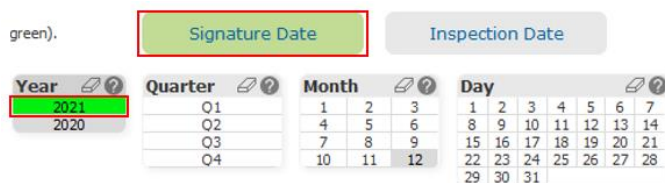

Abbildung 35: Bereich für das Filtern nach Zeiteinheiten (Jahr, Quartal, Monat, Tag)
1. Klicken Sie über dem Bereich für das Filtern nach Zeiteinheiten (Jahr, Quartal, Monat, Tag) zunächst auf die Schaltfläche Datum der Unterzeichnung (*Signature Date*) und dann auf das Jahr 2021 (Abbildung 35). Nähere Erläuterungen zum Bereich finden Sie unter Punkt 3.3 Anzeigen und Filterbereiche.